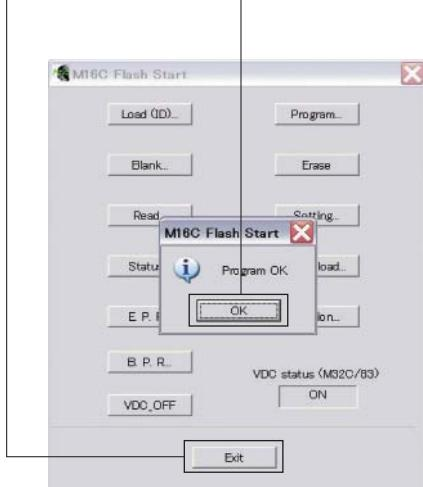

Fig. 7
9. When writing of the firmware is completed, the screen appears as shown below. (Fig. 7)
Click [OK]. (Fig. 7)
10. Click [Exit] to end FlashSta.exe. (Fig. 7)
9. ファームウェアの書き込みが完了すると、以下の画面が表示されます。(Fig. 7)
[OK] をクリックします。(Fig. 7)
(Fig. 7)